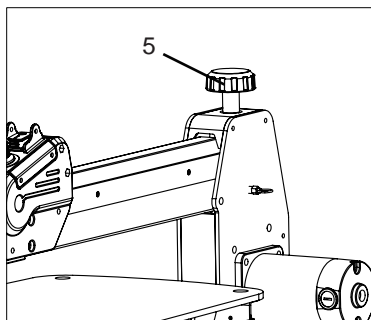

FIGURE 10
5. Serrez la poignée inférieure (4). Ceci bloque la lame en place.
6. Insérez le haut de la lame dans la pince supérieure. Serrez la poignée de blocage supérieure (3).
7. Abaissez la poignée de tension de la lame (2) pour verrouiller.
8. Ajustez la poignée de tension (Fig. 10, 5).